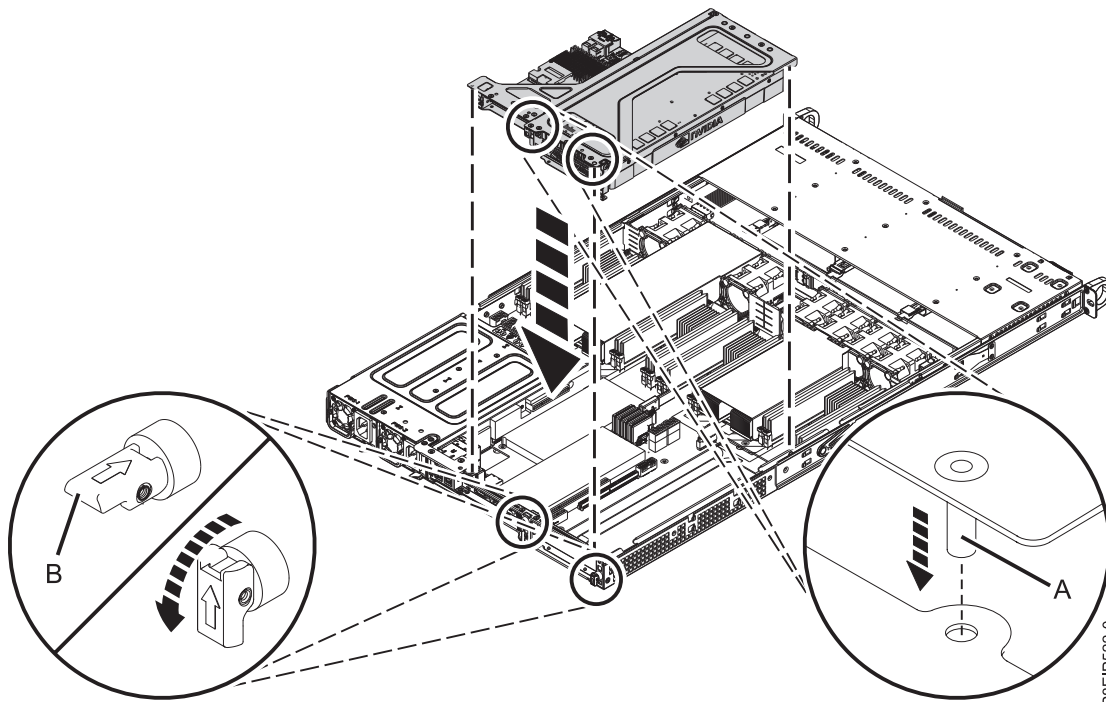

Figure 45. Remplacement du connecteur de bus PCIe
- d. Placez le connecteur de bus de la carte PCIe et les cartes qu'il contient dans le fond de panier système comme illustré dans la figure 45, à la page 42.
- 1) Vérifiez que les goupilles d'ouverture du détendeur PCIe (B) sont rétractées de manière à ce que les flèches pointent vers l'intérieur du système.
- 2) Utilisez les broches d'alignement (A) et les emplacements pour insérer correctement les cartes mezzanine et remettre en place le couvercle